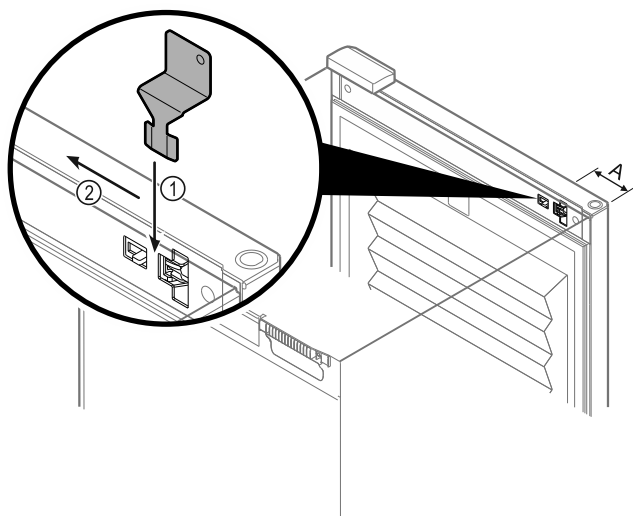

Fig. 101
- Klíč pro nouzové odblokování umístěte na dané místo Fig. 101 (A) ≈ 100 mm.
- Klíč pro nouzové odblokování Fig. 101 (1) zasuňte mezi dveře a korpus spotřebiče shora až na doraz.
- Klíč pro nouzové odblokování zatlačte ve směru závěsu. Fig. 101 (2)